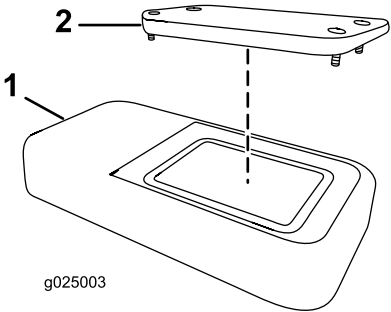

Figura 63
- 2. Remova a tampa (Figura 63).